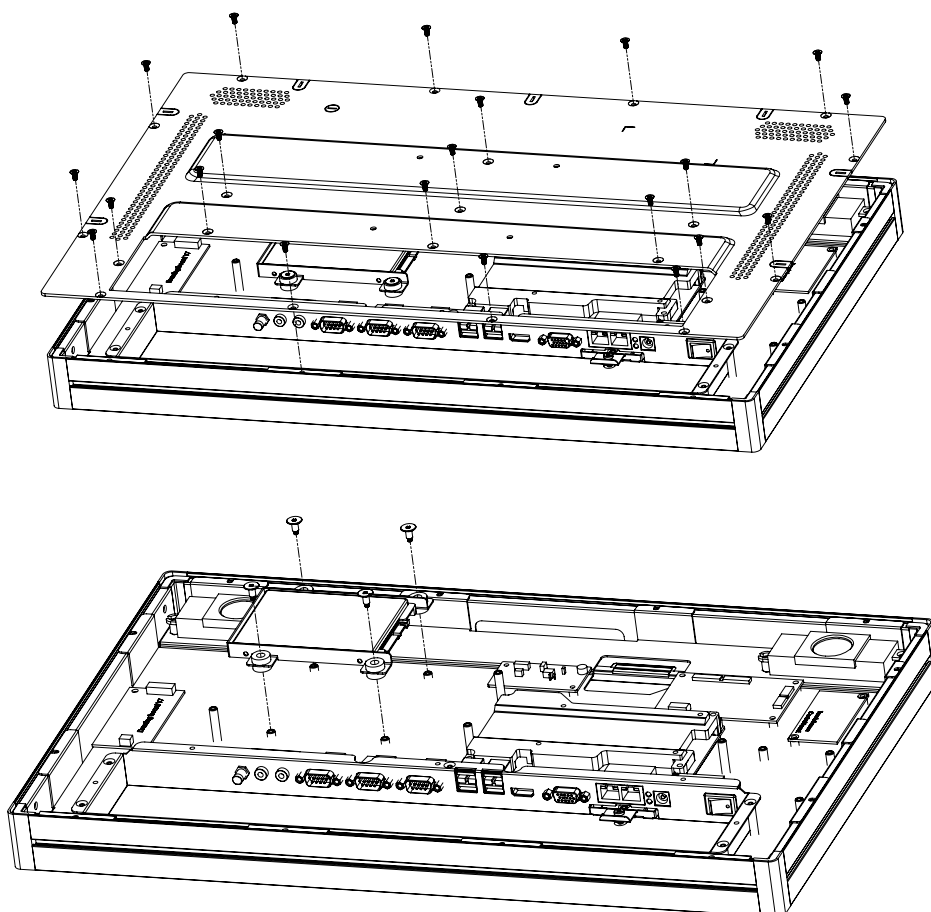

图 3.1 安装主 2.5” HDD
2. 将 HDD 放入金属托架内，并旋紧螺丝，如图 3.1 所示。